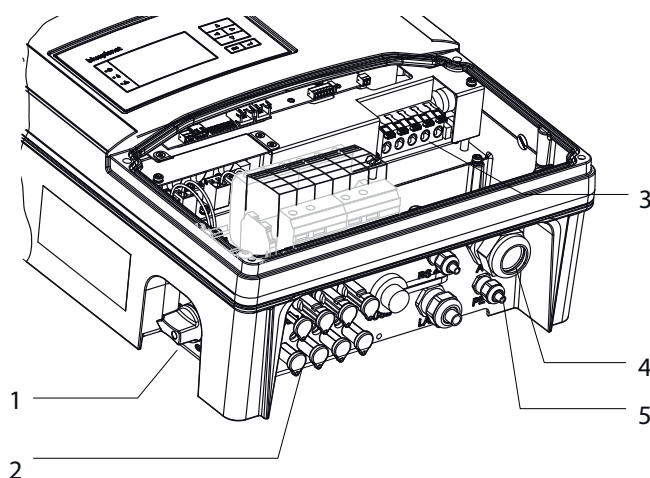

Bild 7: Anschlussbereich: Elektrischer Anschluss
6. Leitungen entsprechend der Beschriftung der Leiterplattenklemmen (Bild 7) anschließen.